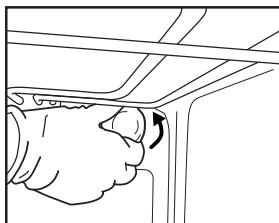

Fig. 6
2. Deșurubați capacul becului (Fig. 6), înlocuiți becul (vezi nota pentru tipul becului) și însurubați la loc capacul becului.